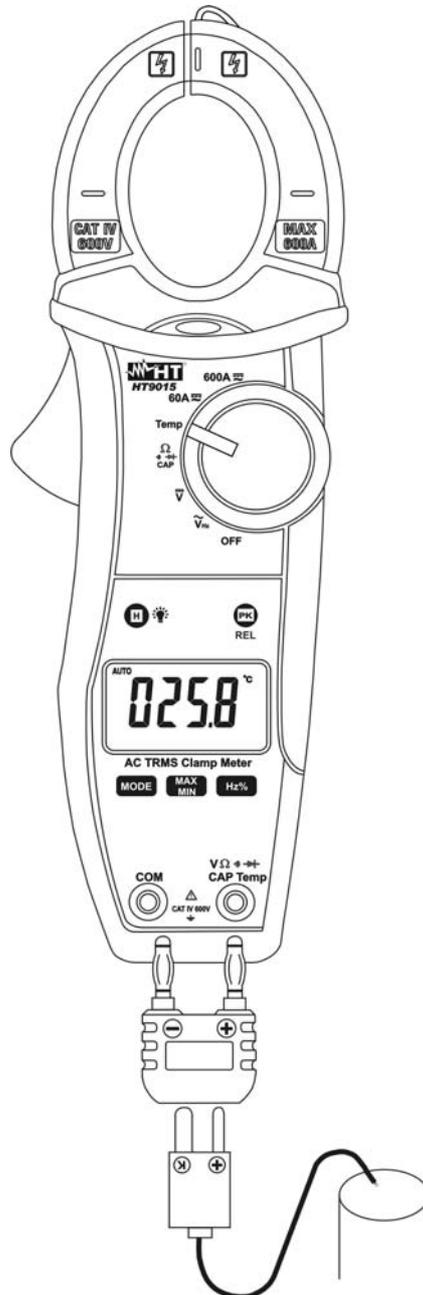

Fig. 8: Uso della pinza per misura di Temperatura
3. Inserire la sonda a filo tipo K in dotazione nei terminale di ingresso **VΩ°CAP Temp** e **COM** tramite l'opportuno adattatore, rispettando la polarità mostrata in Fig. 8. Il valore della temperatura è mostrato a display. Nella misura di temperatura la barra grafica analogica è disattivata